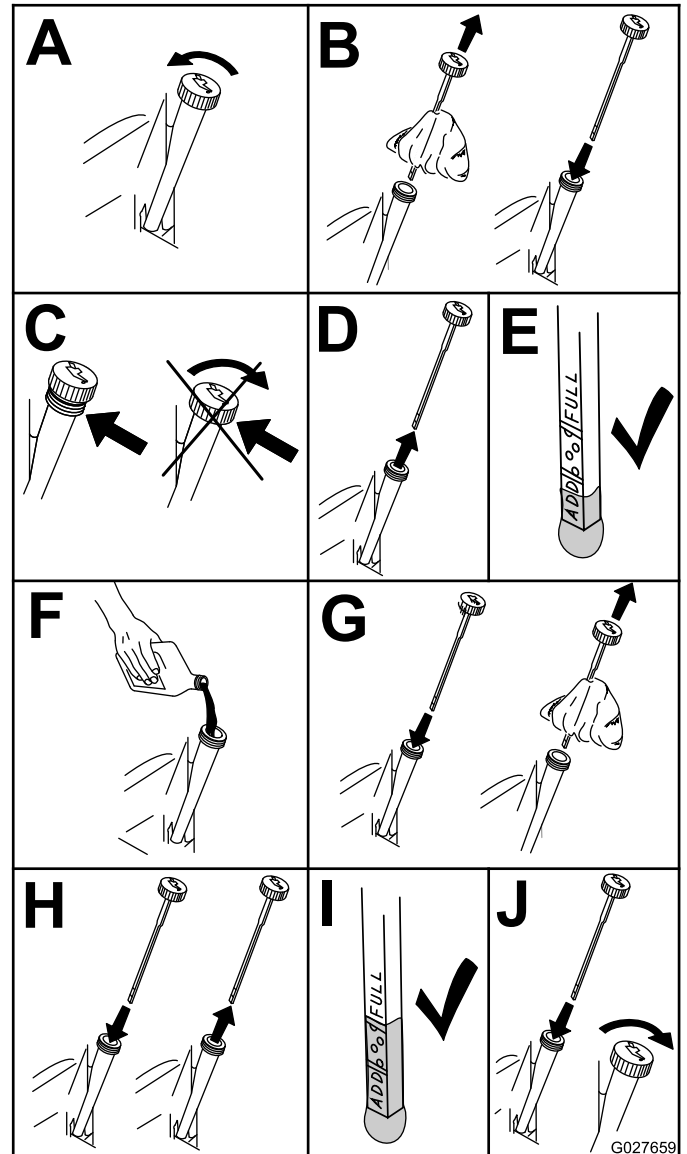

Bild 37
3. Kontrollieren Sie den Ölstand wie in (Bild 37) gezeigt.